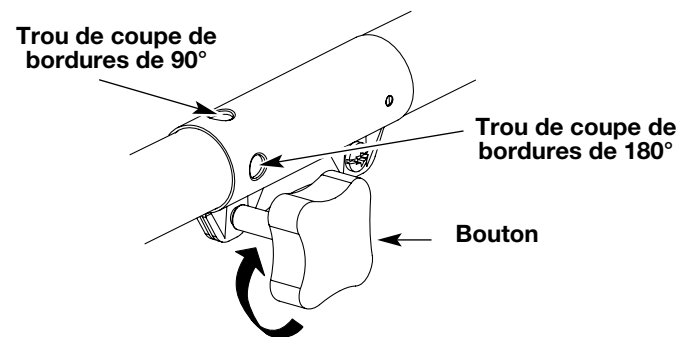

Fig. 3
3. Serrez le bouton en le tournant à droite (Fig. 3).
Pour couper les bordures à l'aide de l'accessoire à désherber à arbre droit, verrouillez le bouton de déclenchement de l'accessoire de coupe dans le **trou de 90°** ou de **180°** (Fig. 3).